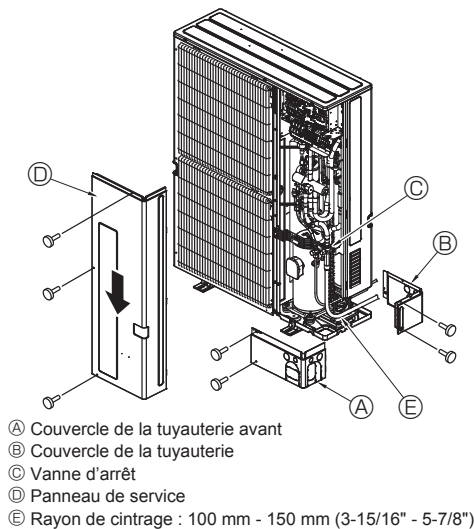

Fig. 4-5
4.4. Mise en place des tuyaux de réfrigérant (Fig. 4-5)